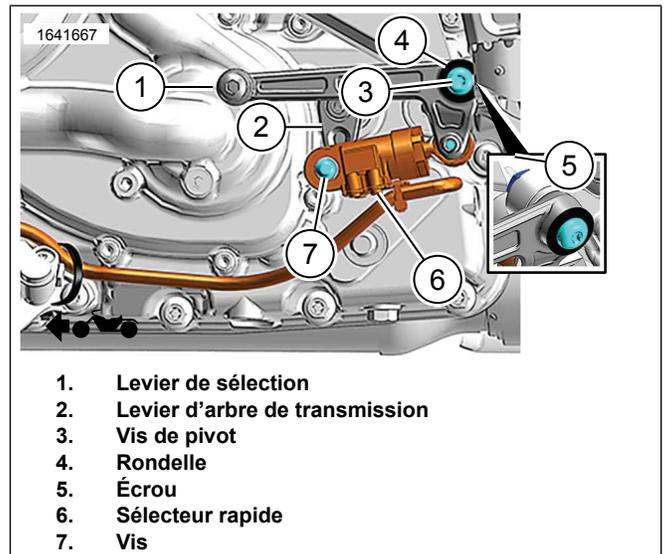

Figure 6. Installation du sélecteur rapide
Voir la Figure 6. Installer le levier de vitesse (1) et le sélecteur rapide (6) sur le bossage du châssis avec la vis (3), la rondelle (4) et l'écrou (5). Serrer.